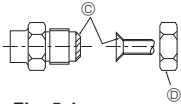

Fig. 5-1
Ⓐ (Fig. 5-1)
Ⓑ (Fig. 5-1)
5.2. Tubos de conexión (Fig. 5-1)